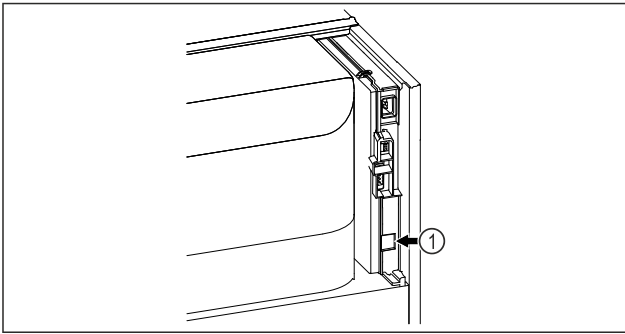

Fig. 127
- ☐ SmartModule Fig. 127 (1) naudojamas.